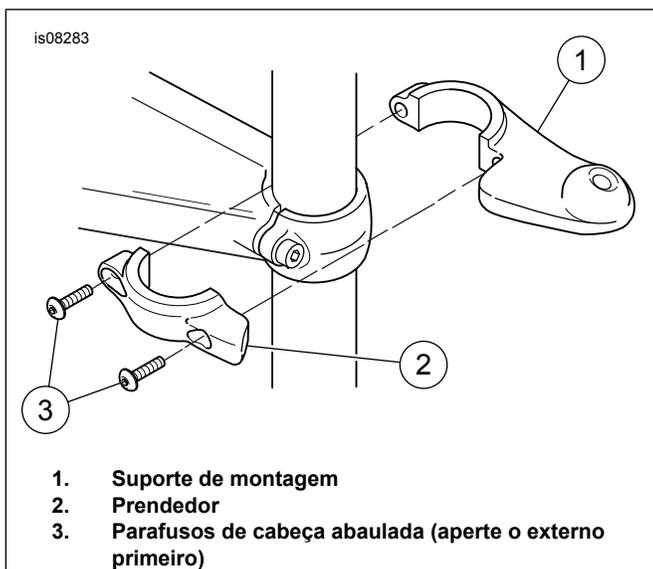

Figura 1. Instalação do suporte de montagem no tubo interno (lado direito exibido)
3. Veja Figura 1. Os suportes de montagem (1) e os prendedores (2) são específicos para cada lado. Selecione o suporte e o prendedor direito ou esquerdo e instale-os no tubo interno do garfo usando dois parafusos de cabeça abaulada (3) do kit.